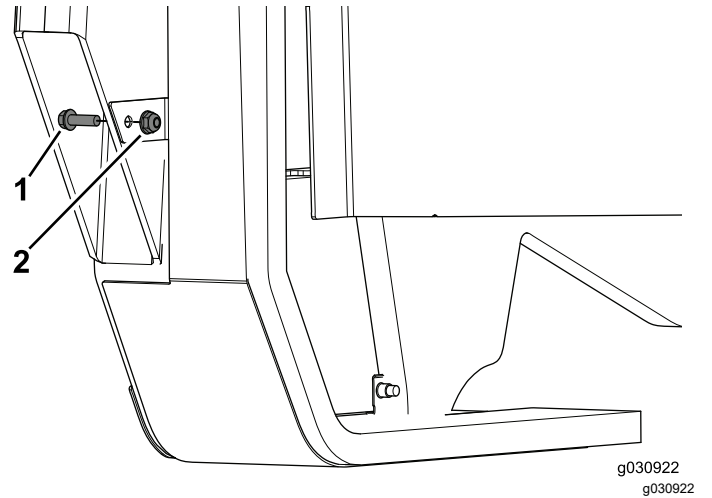

图 31
3. 用 1 个螺栓 1/4 x 3/4 英寸和凸缘螺母 1/4 英寸完成面板组件的安装 图 31。